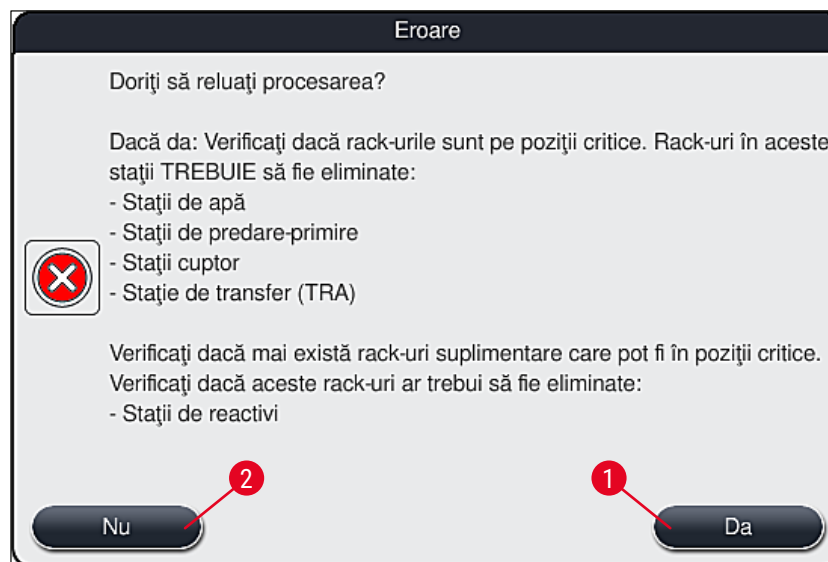

Fig. 112
4. Ulterior, utilizatorul are opțiunea de a selecta dacă procesul de colorare trebuie sau nu să fie reluat (→ P. 141 – 8.2.2 Reluarea procesului de colorare după o întrerupere a alimentării) sau anulat (→ P. 142 – 8.2.3 Anularea tuturor proceselor de colorare după o întrerupere a alimentării electrice) (→ "Fig. 112").
2. Scoateți stativele critice de pe instrument în conformitate cu mesajul de informare (→ "Fig. 112") anterior și confirmați îndepărtarea prin apăsarea stației corespunzătoare (→ "Fig. 113-1") de pe ecran.
Anularea procesului de colorare și revenirea la meniul anterior de selecție (→ "Fig. 112") pot fi anulate prin apăsarea butonului **Anulare** (→ "Fig. 114-2").